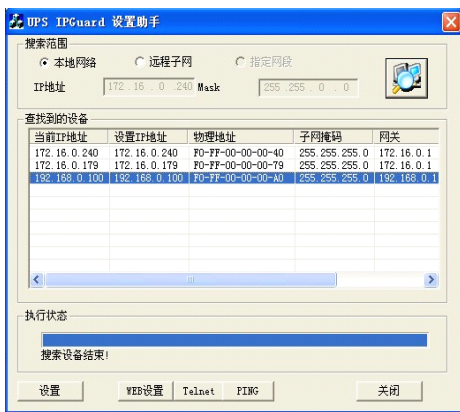

图 1
① 正确安装连接好 UPS-IPGuard Ultimate 后，运行配套光盘内的的设置助手软 ConfigAssist.Exe。界面如图 1 所示：
② 点击搜索按钮  搜索当前连接的设备。（软件启动后自动进行搜索）在“查找到的设备”中会显示当前搜索到的设备的 IP 地址，物理地址，子网掩码，网关，硬件版本，固件版本等信息，如图 1 所示：